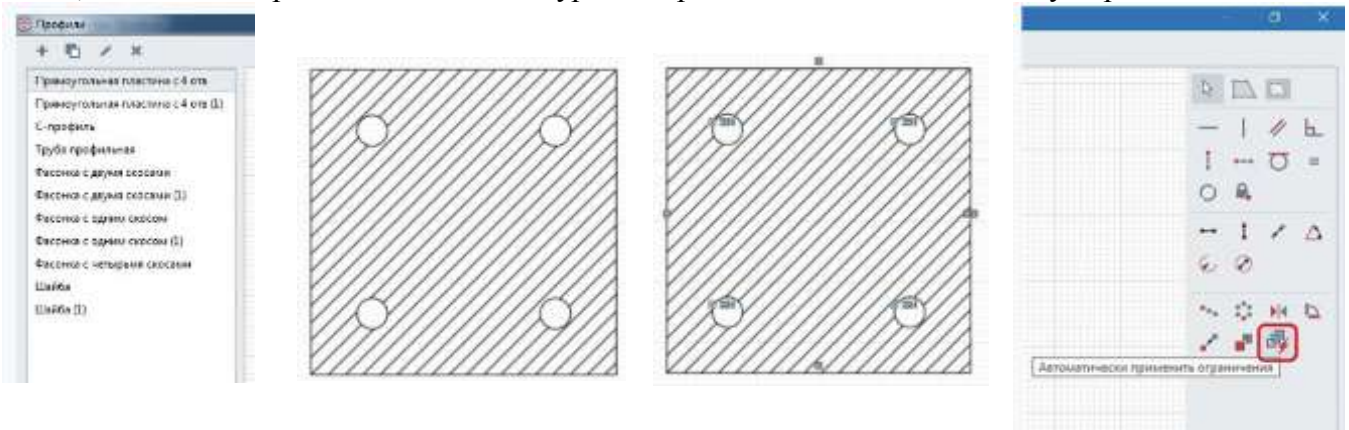

Рисунок 14.4 - Процесс создания стиля опорной пластины. Добавление автоматических зависимостей
2. Чертим прямоугольную пластину инструментом *Контур* и добавляем четыре отверстия инструментом *Отверстие*. Получаем то, что показано на рис. 14.4. Добавляем ограничения в этом стиле, достаточно просто выделить контур с отверстиями и нажать на кнопку справа на панели